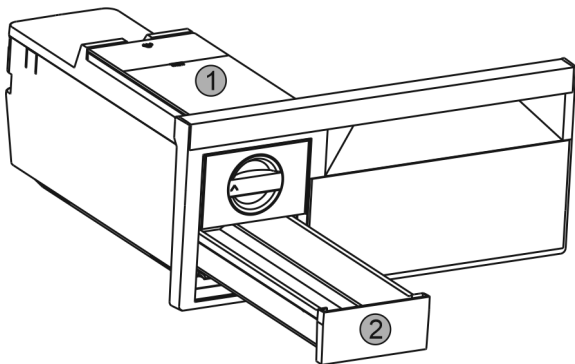

Fig. 49
- ▶ Извлечь бак для воды Fig. 49 (1) и выдвижной ящик для производства кубиков льда Fig. 49 (2).